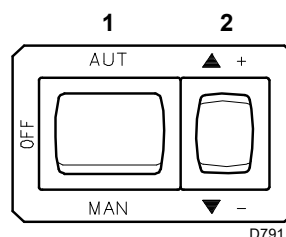
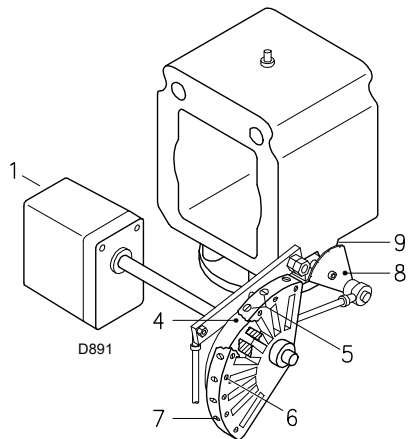
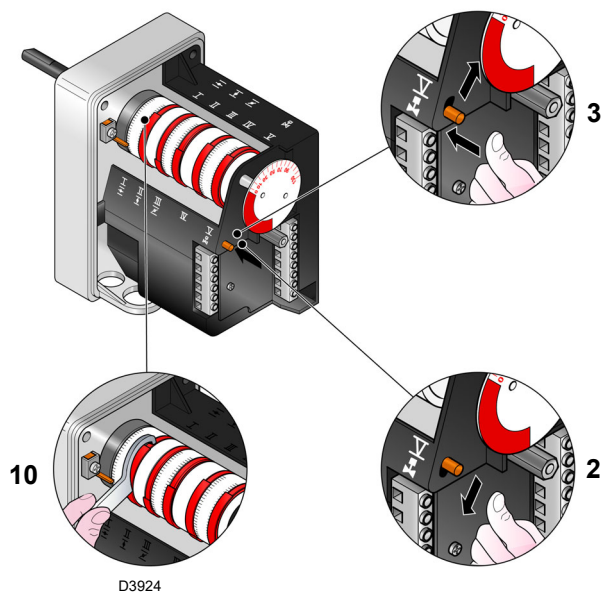
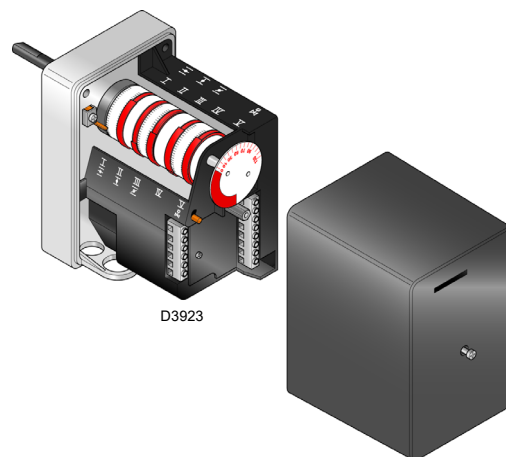

Fig. 31
Fig. 32
Fig. 33
Fig. 34
Cerrar los termostatos/presostatos y colocar el interruptor de la Fig. 31 en la posición "MAN".
La regulación del aire se realiza variando el ángulo de la leva III) (Fig. 34, en pág. 27) y mediante el selector 2) (Fig. 31). Para regular la leva del servomotor, consultar Fig. 33.
Apretar ahora el pulsador 2) (Fig. 31) "aumento de potencia" y mantenerlo apretado hasta que el servomotor haya abierto el registro del aire y la válvula de mariposa del gas.
La regulación del aire se realiza variando el ángulo de la leva I) (Fig. 34, en pág. 27) y mediante el selector 2)(Fig. 31, en pág. 25). Para regular la leva del servomotor, consultar Fig. 33.
Leyenda (Fig. 32)
La potencia MÍN se elige dentro del campo de trabajo que se indica en la Fig. 2, en pág. 8. Presionar el pulsador 2)(Fig. 31, en pág. 25) "Disminución potencia" y mantenerlo presionado hasta que el servomotor alcanza (Fig. 33) la regulación de fábrica.
Variar progresivamente el perfil inicial de la leva mecánica 4)(Fig. 32) utilizando los tornillos 5)(Fig. 32).
Regular nuevamente la potencia a 800 kW interviniendo en los tornillos 5) de la leva mecánica (Fig. 32) y controlar las emisiones.
La regulación se realiza variando el ángulo de la leva III) del servomotor (Fig. 34, en pág. 27) y mediante el selector 2)(Fig. 31, en pág. 25).
Para regular la leva del servomotor, consultar Fig. 33.
Para la regulación de la leva III, ver Fig. 33.
El paso de una posición a la siguiente se obtiene manteniendo apretado el pulsador 2) en el símbolo (+) o (-) (Fig. 31, en pág. 25). Presionar apenas el pulsador 2)(Fig. 31, en pág. 25) "Aumento potencia" de modo que el servomotor gire aproximadamente 20°, ver la escala graduada del servomotor Fig. 33 y la escala graduada de los registros del aire 8)(Fig. 32 en pág. 26).
Enroscar o desenroscar el tornillo 5) de la leva mecánica (Fig. 32, en pág. 26) elegida para aumentar o disminuir el caudal de aire, para adecuarla al caudal de gas necesario y obtener así una óptima combustión.
Apagar el quemador desde el interruptor 1)(Fig. 31, en pág. 25), posición OFF, liberar la leva mecánica I) (Fig. 34) para separar los engranajes del servomotor, presionando y desplazando hacia abajo el pulsador 3)(Fig. 33, en pág. 26) y verificar varias veces, girando manualmente la leva mecánica I)(Fig. 33) hacia adelante y hacia atrás, que el movimiento sea suave y sin atascamientos.
Se recomienda montar nuevamente la leva mecánica 5)(Fig. 32 en pág. 26) en el servomotor, desplazando hacia arriba el pulsador 3)(Fig. 33).
- 6s:** Arranque servomotor: gira hacia la derecha 130°, o sea, hasta la intervención del contacto en la leva I (Fig. 34, en pág. 27). El registro del aire se posiciona en la potencia MÁX.
- 80s:** El servomotor gira hacia la izquierda hasta el ángulo regulado en la leva III (Fig. 34, en pág. 27) para la potencia MÍN.
- 112s:** El registro del aire y la válvula de mariposa del gas se sitúan en la potencia MÍN. (con leva III) (Fig. 34, en pág. 27) a 40°.